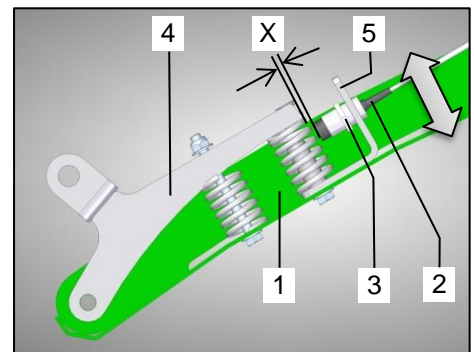

Bild 100: Sensor Einstellung
Mit Hilfe der Befüllautomatik wird der Transportboden automatisch bei Erreichen eines definierten Materialdrucks im Laderaum betätigt. Hierbei wird die Bewegung der mittleren Rungen der Stirnwall durch einen Sensor (Bild 100 / Pos.1) registriert. Spricht die Befüllautomatik zu schnell an, muss eine Einstellung des Sensors vorgenommen werden.
Der Sensor (Bild 100 / Pos.2) an der Stirnwall (Bild 100 / Pos.1) wird bei Ruhestellung eingestellt. Die mittleren Rungen der Stirnwall (Bild 100 / Pos.1) sind hierbei nicht belastet.
Unter Berücksichtigung des Abstands „X“ zwischen Sensor (Bild 100 / Pos.2) und Signalgeber (Bild 100 / Pos.4) wird der Sensor (Bild 100 / Pos.2) verschoben. Hierbei muss wie folgt vorgegangen werden:
- Verfahren Sie die Stirnwall (Bild 100 / Pos.1) in Transportstellung.
- Lösen Sie am Sensor (Bild 100 / Pos.2) die Mutter (Bild 100 / Pos.3).
- Spricht die Befüllautomatik beim Beladen zu schnell an, platzieren Sie den Sensor (Bild 100 / Pos.2) näher in Richtung Stirnwall (Bild 100 / Pos.1).
Soll die Befüllautomatik beim Beladen früher ansprechen, platzieren Sie den Sensor (Bild 100 / Pos.2) weiter von der Stirnwall (Bild 100 / Pos.1) weg.
- Halten Sie den Sensor (Bild 100 / Pos.2) in dieser Position und ziehen Sie die Mutter (Bild 100 / Pos.3) unter Berücksichtigung des maximalen Anzugsmoments wieder an.
Spricht die Befüllautomatik beim Beladen zu schnell oder zu spät an, muss erneut eine Einstellung des Sensors (Bild 100 / Pos.2) vorgenommen werden.